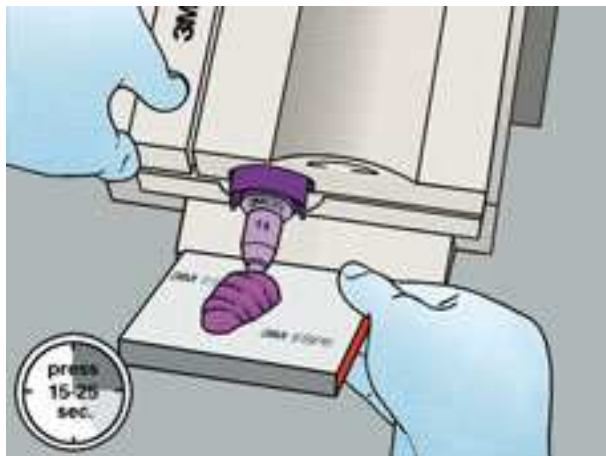

Рис. 10
- ▶ Как только пакеты открылись, одна из двух паст (они разных цветов) может вытекать первой, образуя неравномерную смесь. По этой причине, **понаблюдайте за потоком двух паст, избавьтесь от неоднородной смеси и не работайте с массой, пока смесь не приобретет гомогенный цвет** (рис. 10).